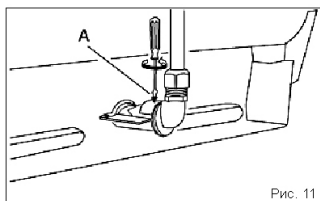

Рис. 11
- 3-Вывинтите винт А держателя инжектора (Рис. 11).